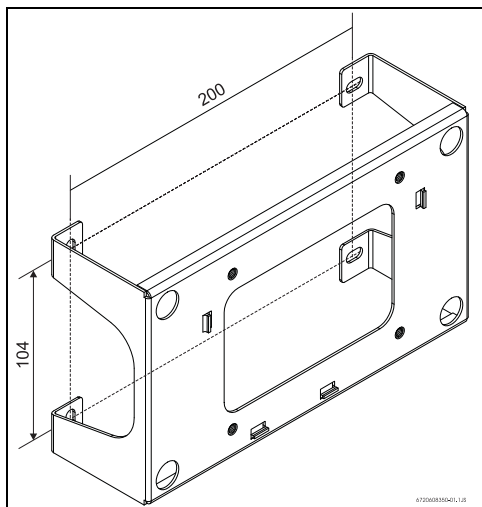

Fig. 3
- Coloque o filtro de água (Fig. 1, [15]) na entrada de água fria (Fig. 3, [1]).